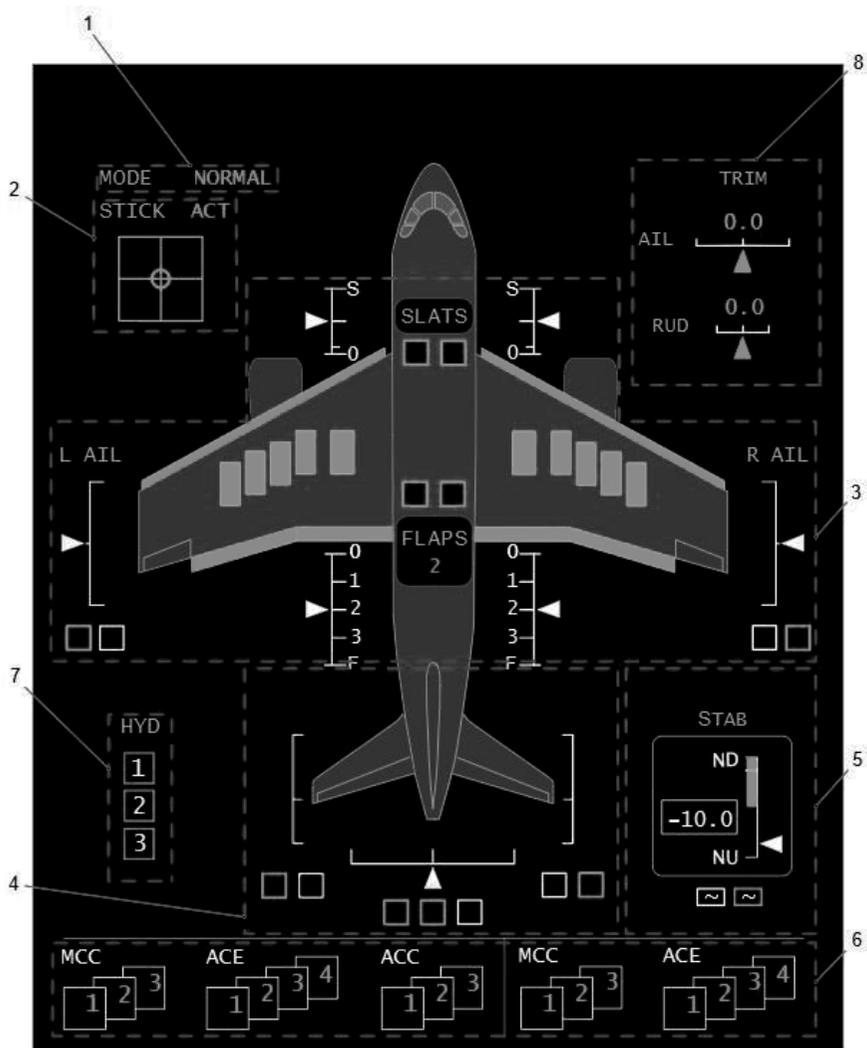

Рисунок 11. Синоптическая страница FCS
Индикация КСУ на синоптической странице FCS приведена на рис. 11. Условные обозначения к рис. 11 представлены в табл.8.
Таблица 8. Условные обозначения к рис. 11:
- режим КСУ [1] Рис. 11,
- состояние и положение УБРУ [2] Рис. 11,
- состояние и положение механизации крыла, интерцепторов, воздушных тормозов и элеронов [3] Рис. 11,
- состояние и положение стабилизатора [5] Рис. 11,
- состояние вычислителей [6] Рис. 11,
- состояние гидросистем [7] Рис. 11,
- состояние элеронов и руля направления при триммировании [8] Рис. 11.